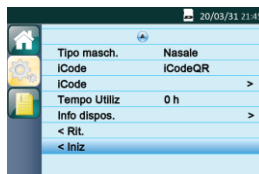

Fig. 13-11
(2) Tornare all'Interfaccia Principale. Spostare il cursore sull'opzione **Iniz** ruotando la **Manopola**, come mostrato nella Fig. 13-11.